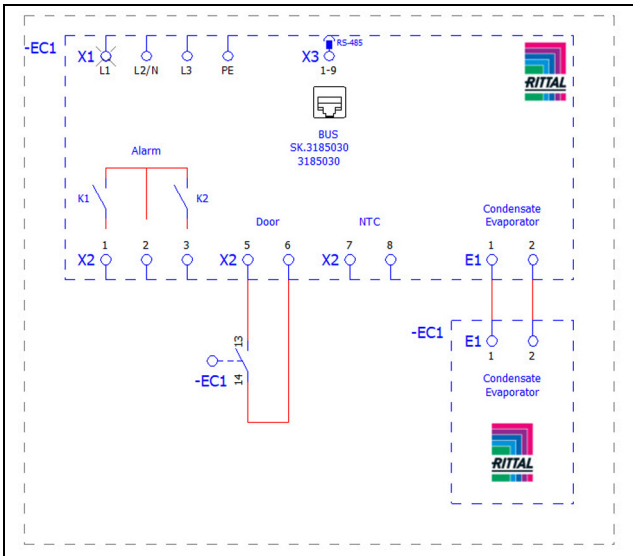
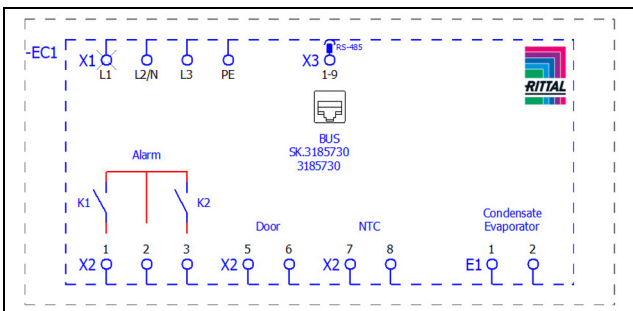

Imagen 16: Esquema de conexiones 3185030
Imagen 17: Esquema de conexiones 3185730
- Utilice el conector de red de la bolsa de accesorios y realice la alimentación a red según el esquema de conexión correspondiente (imagen 16 o imagen 17).